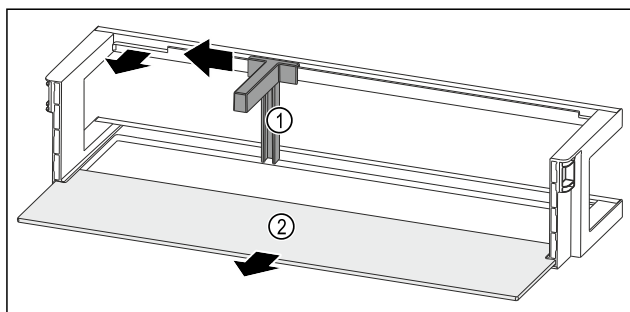

Fig. 120 Vratna polica z držalom za steklenice in odlagalno polico
- ▶ Držalo za steklenice Fig. 120 (1) potisnite povsem na stran do odprtine.
- ▶ Odstranite držalo za steklenice Fig. 120 (1).
- ▶ Odstranite polico za odlaganje Fig. 120 (2).